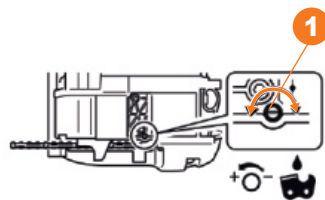

Рис. 7
Для дозирования подачи масла используйте регулировочный винт ❶, расположенный на нижней части корпуса бензопилы, поверните влево для увеличения подачи масла и вправо для уменьшения (Рис. 7).